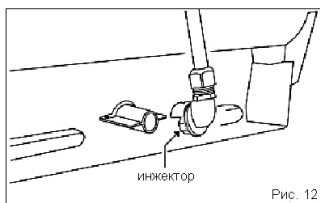

Рис. 12
- 4-Замените инжектор (рис. 12) на новый, рассчитанный на другой тип газа (Таблица 1).